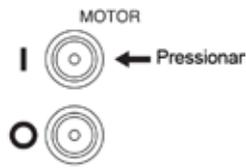

Fig. 16
Motor de perfuração ligado (ON)(Fig.16)